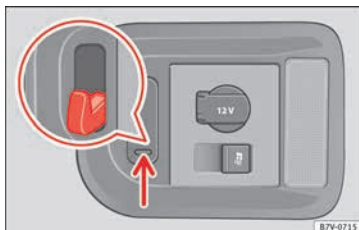

Fig. 173 En el maletero: ganchos para bolsas.
A la derecha del maletero hay unos ganchos para bolsas basculables » fig. 173 de los que se pueden colgar bolsas de compra ligeras.
- Presione hacia abajo en los ganchos para bolsas » fig. 173 (flecha) y abátales.